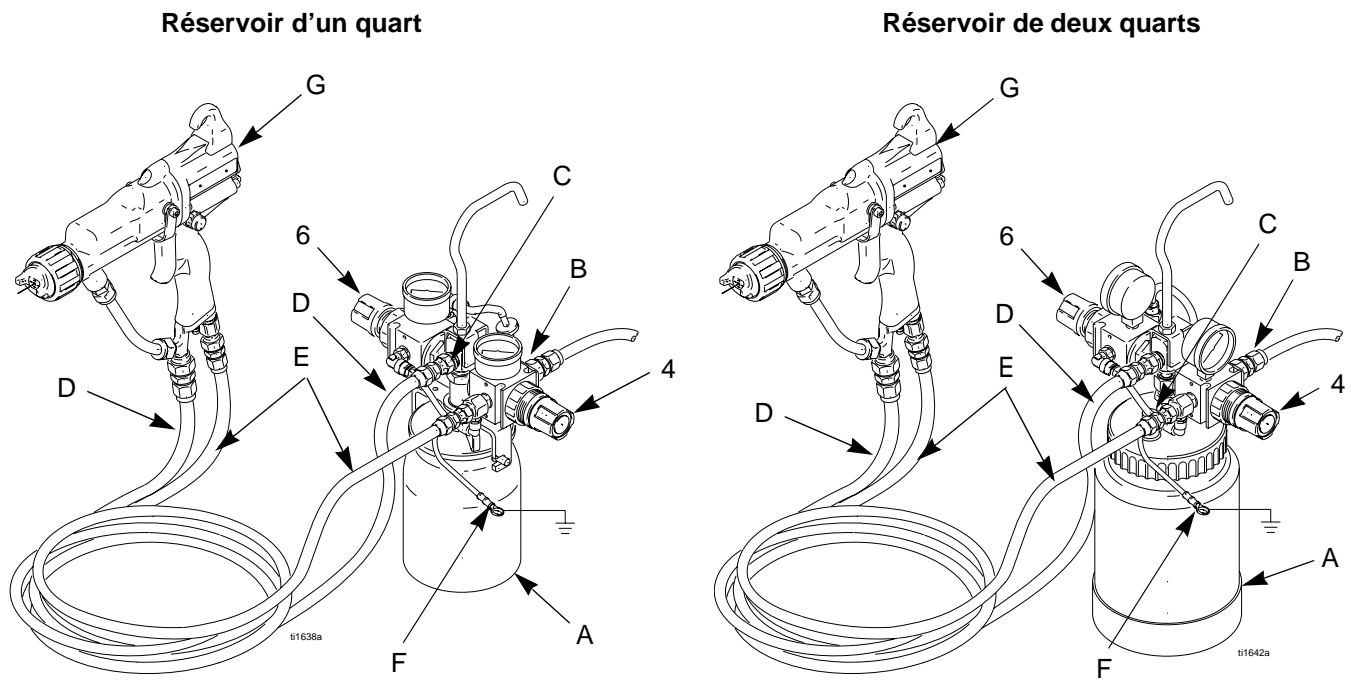

Fig. 1. Installation type
Brancher les flexibles d'air (E) et de produit (D) comme indiqué à Fig. 1. Sur les pistolets électrostatiques, brancher le fil de terre (F) du flexible d'air sur une véritable prise de terre.